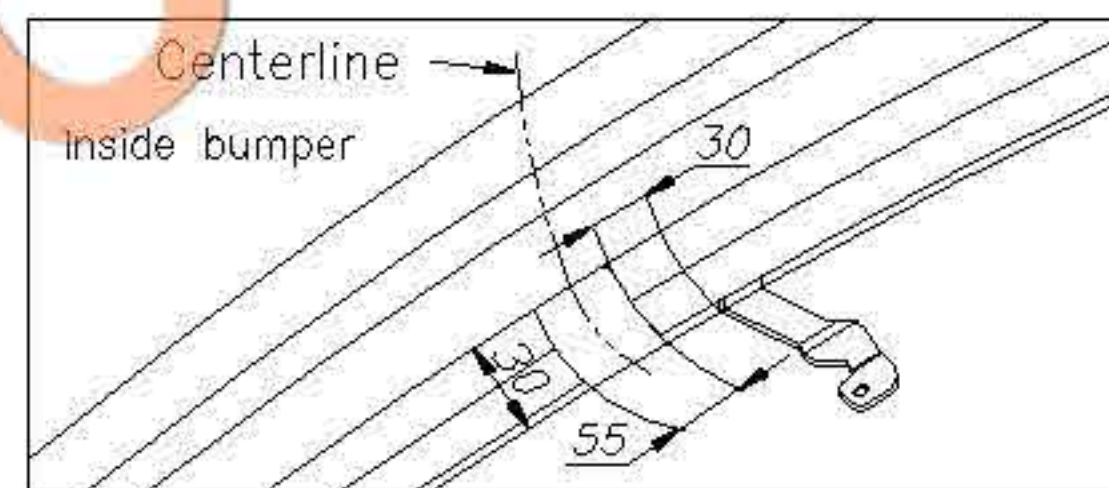

Fig. 2. Bumper cut out
1. Se taie din fragmentul inferior al barei de protecție, așa cum se arată în fig. 2.